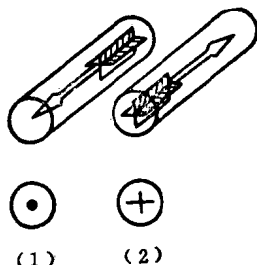

图 2
我们常用箭头表示电流方向。电流沿导线流动时，就在导线上绘一箭头，以表示电流方向。从导线的横截面上看电流方向时，用图 2 所示的方法来表示：如图 2
(1) 上小圆点 “ $\cdot$ ” 表示电流向外流出导线；如图 2 (2) 上 “ $+$ ” 表示电流向内进入导线。